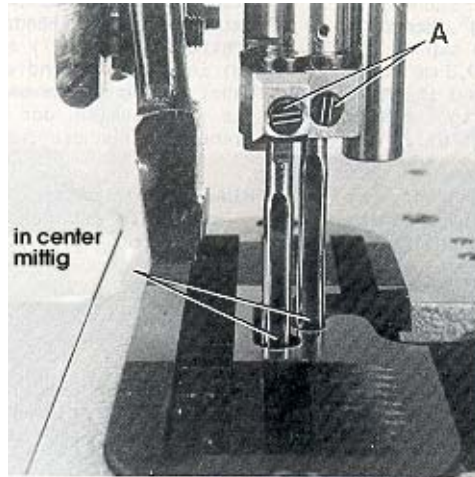
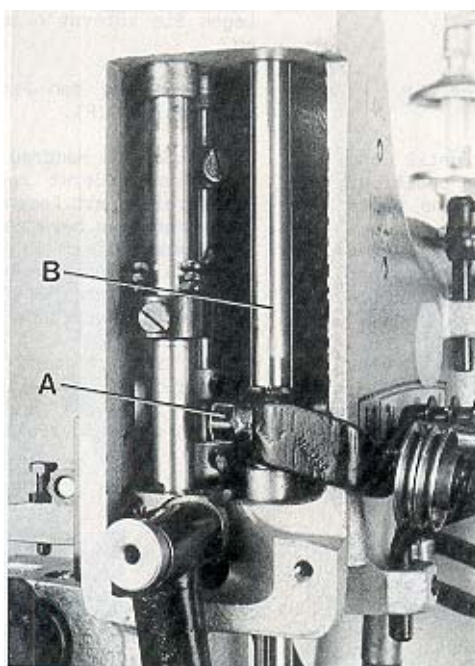
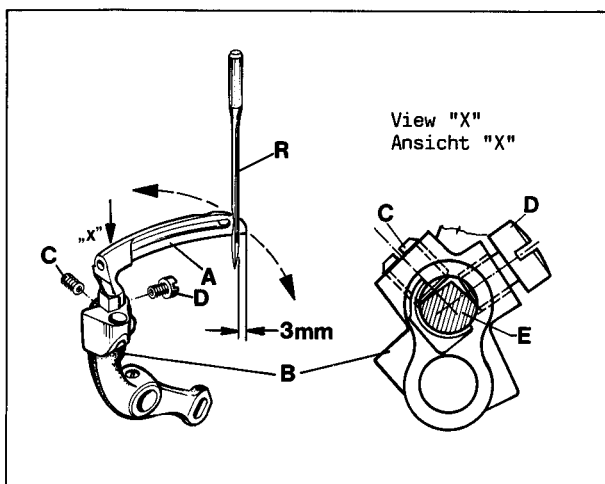

Fig. 3
Fig. 4
Fig.5
Before adjusting the machine insert a new set of needles with the shank as far as possible into the needle holder. The long groove of the needles must point to the front (towards the operator). Tighten the set screws (A, Fig. 3) on the tapered fastening flats of the needle shanks.
Remove the face cover and the finger guard left on the machine head as well as the upper feed dog and the presser foot. Rotate handwheel in operating direction and check if the needles center in the associated needle holes of the throat plate (see Fig. 3). If not loosen clamp screw (A, Fig. 4) in the needle bar connection and turn the needle bar (B) accordingly. Retighten screw (A.).
Remove the cloth plate with hinge plate and throat plate, the feed dog, the throat plate support and the needle guard. Insert the lower looper (A, Fig. 5) into the rear hole of the looper lever (B). Now snug the set screw (C) at the back of the looper lever against the flat on the looper shank (E) so that the lower looper point passes as close as possible to the spot on the back of the right needle (R), without deflecting it. Now tighten the second screw (D) firmly.
Rotate handwheel in operating direction until the point of lower looper (A, Fig. 5) projects 3 mm (1/8") to the right from the right side of the right needle. Lower edge of looper and upper edge of needle eye must be flush in this position.
If an adjustment is necessary loosen clamp screw (A, Fig. 4) in the needle bar connection and move the needle bar (B) up or down, as required. Care should be taken not to disturb the alignment of the needle bar when making this adjustment. Retighten clamp screw.
Setzen Sie vor dem Einstellen der Maschine einen Satz neuer Nadeln so ein, daß der Nadelkolben oben im Nadelhalter anstößt und die lange Rinne der Nadeln nach vorne (zur Bedienungsperson) zeigt. Ziehen Sie die Gewindestifte (A, Fig. 3) auf der konischen Befestigungsfläche am Nadelkolben fest.
Entfernen Sie den Abschlußdeckel und den Fingerschutz links am Maschinenkopf, sowie den Obertransporteur und den Drückfuß. Drehen Sie das Handrad in Nährichtung und prüfen Sie, ob die Nadeln mittig in die zugehörigen Stichlöcher der Stichplatte einstechen (siehe Fig. 3). Wenn nicht, lösen Sie die Klemmschraube (A, Fig. 4) im Nadelstangenmitnehmer und drehen die Nadelstange (B) entsprechend. Ziehen Sie die Schraube (A) wieder an.
Entfernen Sie die Stoffplatte mit Scharnierplatte und Stichplatte, den Transporteur, die Stichplattenstütze und den Nadelanschlag. Stecken Sie den Untergreifer (A, Fig. 5) in die hintere Bohrung des Greiferhebels (B). Legen Sie nun den Gewindestift (C) hinten im Greiferhebel an der Fläche des Greiferschaftes (E) so an, daß die Untergreiferspitze so dicht wie möglich in der Hohlkehle auf der Rückseite der rechten Nadel (R) vorbeigeht, ohne diese abzulenken. Ziehen Sie dann die zweite Schraube (D) gut an.
Drehen Sie das Handrad in Nährichtung bis die Spitze des Untergreifers (A, Fig. 5) 3 mm rechts von der rechten Seite der rechten Nadel steht. In dieser Stellung müssen Unterkante Greifer und Oberkante Nadelöhr bündig sein. Ist eine Einstellung notwendig, lösen Sie die Klemmschraube (A, Fig. 4) im Nadelstangenmitnehmer und schieben Sie die Nadelstange (B) entsprechend nach oben oder unten. Beachten Sie, daß bei dieser Einstellung die Ausrichtung der Nadelstange nicht verändert wird. Ziehen Sie die Klemmschraube wieder an.